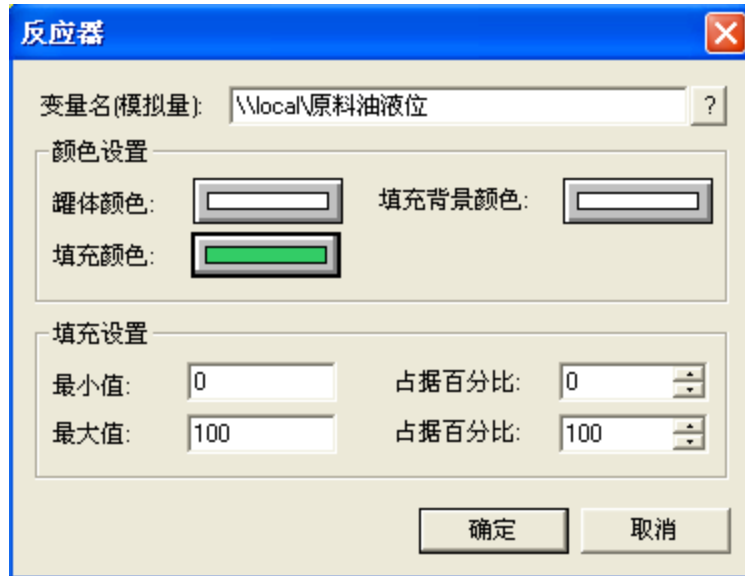

图 3-6
1、打开“监控中心”画面，在画面上双击“原料油罐”图形，弹出该图库的动画连接对话框，如图 3-6 所示。